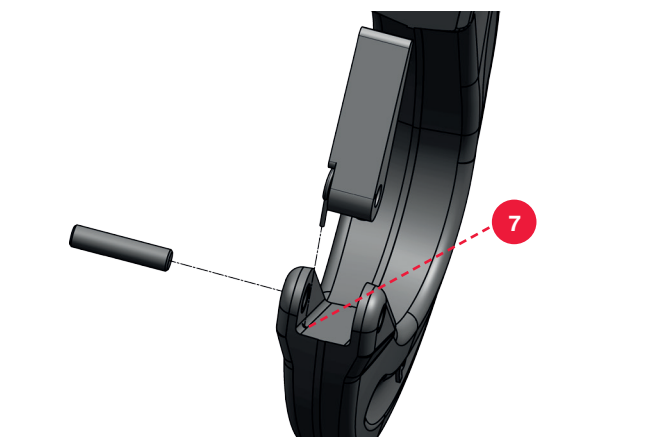

Figura 19
- O outro braço de mola **6**, que fica perpendicular ao eixo, encaixa no orifício do gancho **7** (figura 19).